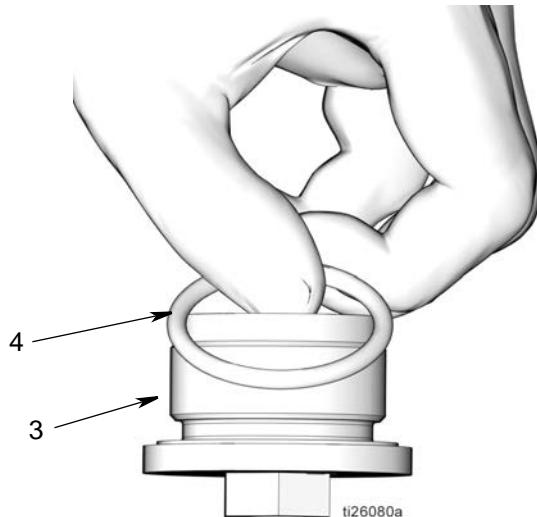

图 52
- 在 O 形圈 (4) 上抹上薄薄一层滑脂。将 O 形圈装到活塞防松螺母 (3) 上 (图 52)。